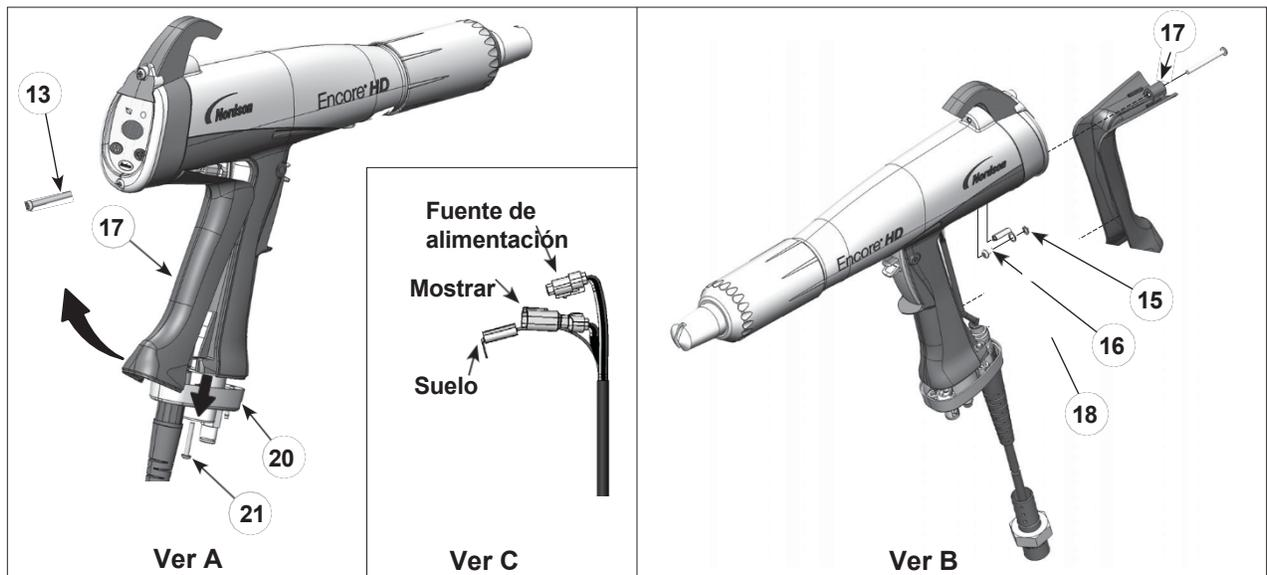

Figura 16 Sustitución del cable
2. Consulte la Figura 16, Vista A. Retire los dos tornillos M3 x 20 (21) que fijan la base de la empuñadura (20) a la empuñadura.
3. Retire el tornillo inferior M3 x 35 (13) del módulo de pantalla.
4. Separe la base del asa lo suficiente para liberar el borde inferior del cojín de suelo (17) de la base.
6. Consulte la Figura 16, Vista B. Retire el tornillo M3 x 8, la arandela de seguridad (16, 15) y el terminal de tierra de la toma de tierra.
7. Retire el anillo de retención (18) del cable.
8. Consulte la figura 16, vista C. Tire de los conectores de los cables para sacarlos del asa. Introduzca un destornillador pequeño de punta plana en las ranuras de los conectores de la fuente de alimentación y de la pantalla para soltar el seguro y desconectarlos.
1. Véase la figura 16. Pase un cable nuevo a través de la base de la empuñadura y, a continuación, instale el anillo de retención (18) en el cable para mantenerlo en su sitio.
3. Conecte el terminal del cable a la toma de tierra (17) con el tornillo M3 x 6 y la arandela de seguridad (16, 15).
6. Empuje la base de la empuñadura (20) contra la empuñadura y el cojín de suelo, y apriete firmemente los dos tornillos M3 x 20 (21) de la base.
7. Vuelva a instalar el tornillo M3 x 35 (13) en la parte inferior del módulo de pantalla.